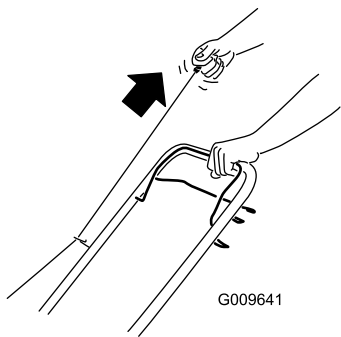

Figure 12
2. Tirez la poignée du lanceur (Figure 12).
Remarque: Tirez lentement la poignée du lanceur (Figure 12) jusqu'à ce que vous sentiez une résistance, puis tirez vigoureusement. Laissez le lanceur se rétracter lentement jusqu'à la poignée.